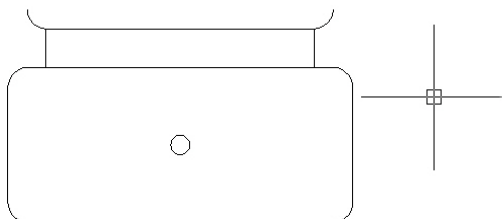

Figure 4.2
1. Commencez par dessiner, avec les outils Ligne, Arc, etc., le WC aux dimensions standard (voir Figures 4.2 et 4.3).